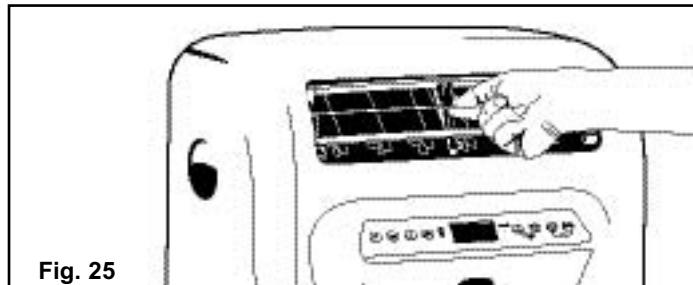

Fig. 25
5. Pour régler la direction du débit d'air (haut / bas seulement), régler les **lamelles horizontales** du centre et les autres lamelles seront automatiquement réglées à la même position. **Fig. 25.**